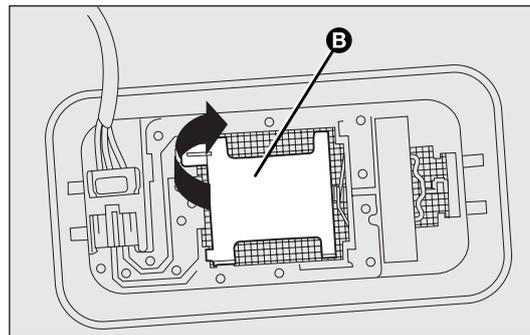

fig. 164
- aprire la copertura B-fig. 164 come indicato;